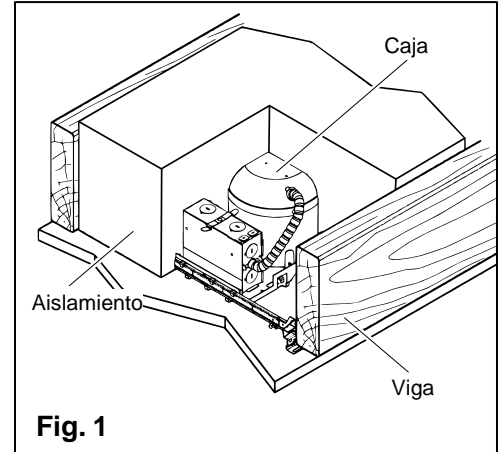

Fig. 1
**NOTA:** Esta lámpara es tipo IC. Puede entrar en contacto directo con el aislamiento térmico. Puede ser cubierta completamente por el aislamiento termal, como se muestra abajo. Además, cualquier parte de la luminaria puede entrar en contacto directo con cualquier material combustible, como una vigueta de techo o un tablero de piso. (Fig. 1)